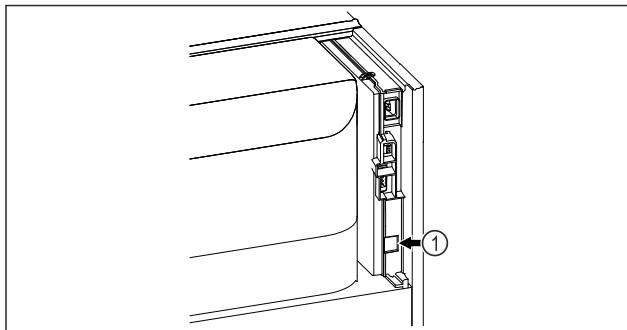

Fig. 59
- SmartModule Fig. 59 (1) je nasadený.